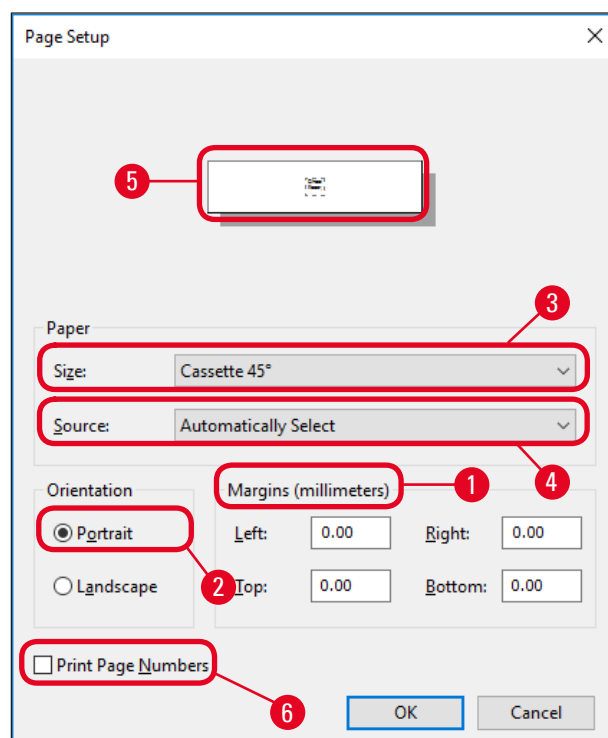

Fig. 45
3. Commencer par sélectionner les réglages de page : Cliquer sur **File** > **Page Setup** (Configuration de page) pour ouvrir la boîte de dialogue **Page Setup** (→ "Fig. 45").